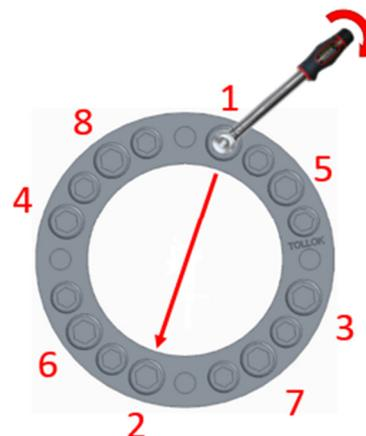

Imagen 3
7. Ajustar la llave dinamométrica al 50% del par de apriete (**Ms**) indicado en el catálogo (ver *Tabla 1*) para los **tornillos de mayor métrica**, y apretar los tornillos en cruz hasta completar una vuelta (ver *Imagen 3*); cada tornillo debe ser apretado una sola vez.
9. Ajustar la llave dinamométrica al 100% del par de apriete (**Ms**) indicado en el catálogo (ver *Tabla 1*) para los **tornillos de mayor métrica**, y apretar los tornillos en cruz hasta completar una vuelta (ver *Imagen 3*); cada tornillo debe ser apretado una sola vez.